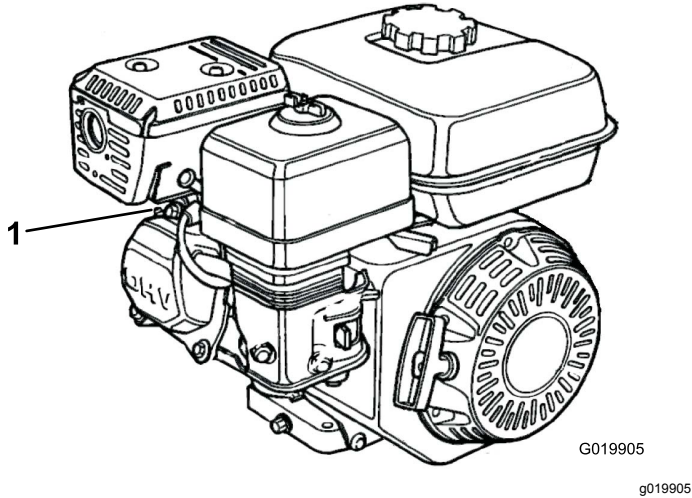

Figura 33
1. Desconecte el cable de la bujía (Figura 33).